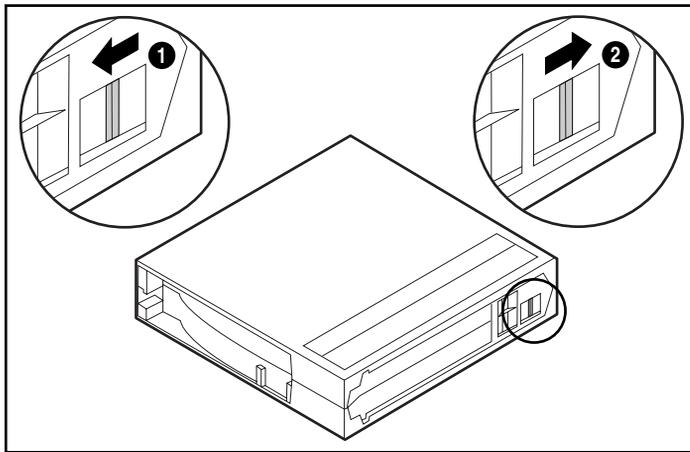

Figure 3-3. Commutateur de protection en écriture d'une cartouche
La bande est dotée d'un commutateur de protection en écriture qui évite tout effacement fortuit des données. Avant de charger la cartouche dans l'unité, positionnez le commutateur de protection en écriture sur l'avant de la cartouche. La Figure 3-3 illustre l'utilisation du commutateur de protection en écriture. Si vous déplacez ce commutateur vers la gauche ❶, la bande est protégée en écriture, et si vous le déplacez vers la droite ❷, vous autorisez l'écriture sur la bande.